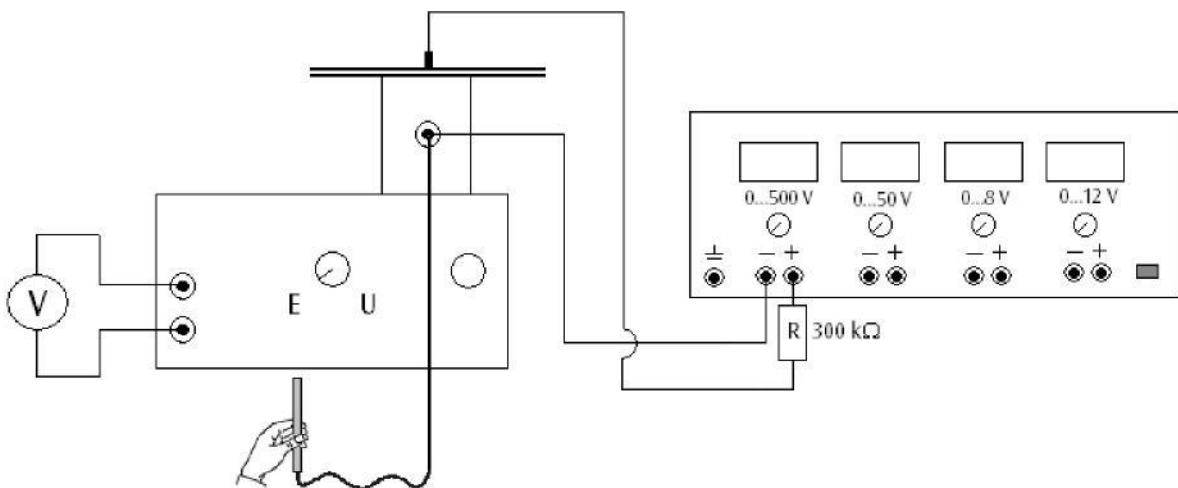

Fig. 2 Bestimmung der Feldstärke eines Plattenkondensators.
- Experimentieraufbau gemäß Fig. 2 herstellen.